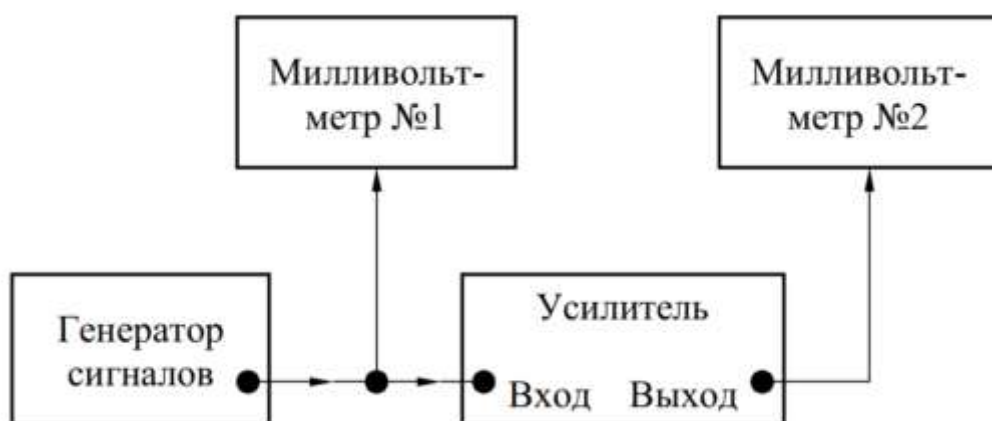

Рисунок 2.2 – Подключение измерительных приборов: Милливольтметр 1 предназначен для измерения напряжения  $U_{вх}$ , милливольтметр 2 – напряжения  $U_{вых}$ .
2.1.1 Разъем ВХОД усилителя через коаксиальный тройник кабелями подключить к выходу генератора сигналов и электронному милливольтметру 1. Разъем ВЫХОД – к милливольтметру 2 (рисунок 2.2).